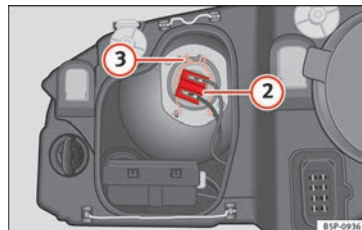

Bild 179 Halvljusstrålkastare.
- Demontera kontakten » **bild 179 2** från glödlampen.
- Klipsa loss förankringsfjäders » bild 179 ③ genom att trycka inåt till höger.